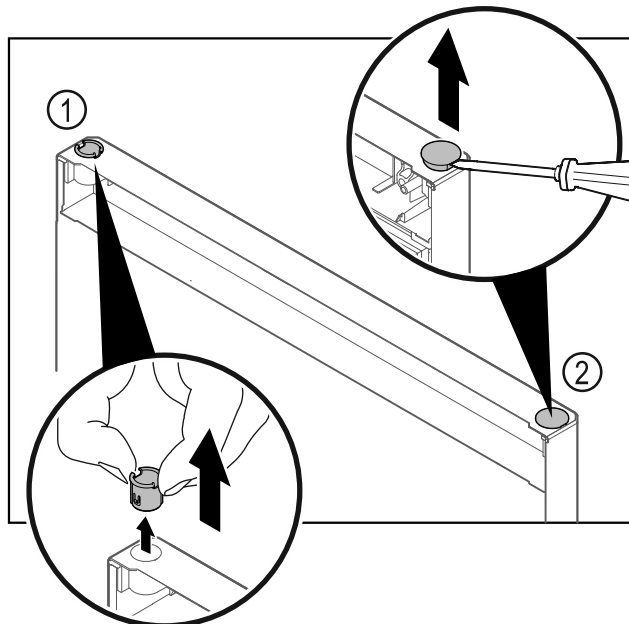

Fig. 11
- ▶ Trekk ut hengselbøssingen Fig. 11 (1) med fingrene.
- ▶ Løft dekkstøpselet Fig. 11 (2) forsiktig opp med en skruetrekker, og trekk det av.